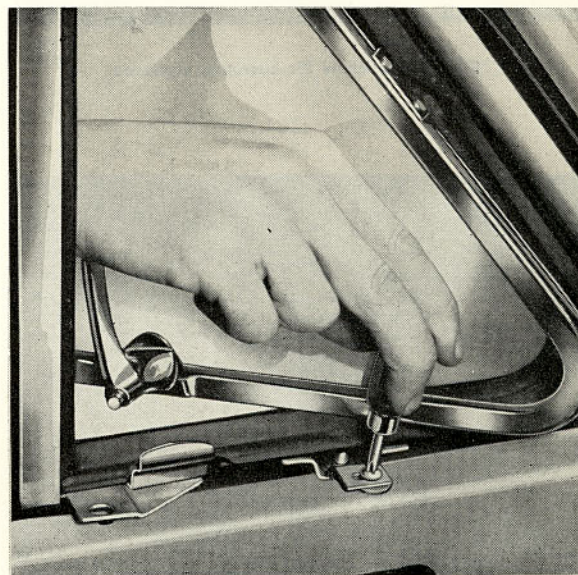

Bild 30. Fästskruv för ventilationsruta
2. Lossa de fem skruvarna som håller rutan vid dörren och dörrbågen, bild 30 och 31.